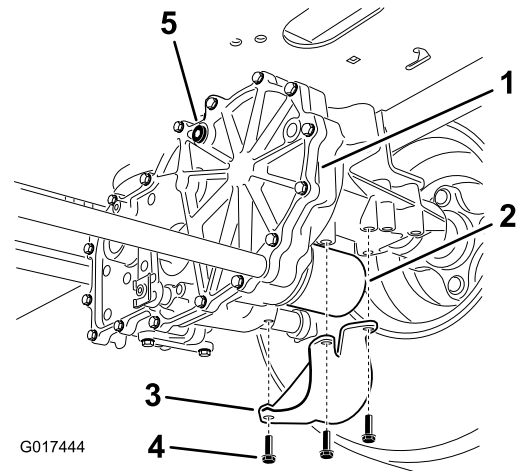

Bild 68
2. Ermitteln Sie den Filter und die Schutzvorrichtungen an jedem Getriebe (Bild 68). Entfernen Sie die drei Schrauben, mit denen die Filterschutzvorrichtung und die Schutzvorrichtung befestigt sind.